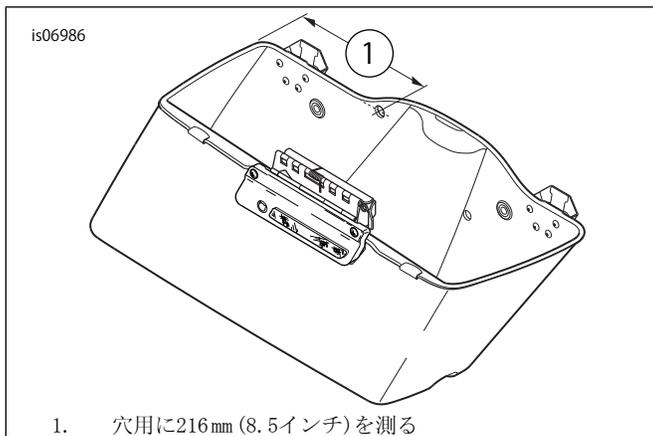

図1。インボードサドルバッグ壁(右側表示)に穴を開ける
3. 「図1」を参照してください。サドルバッグの背面から、バッグの頂部に沿って約216 mm (8.5 in)の位置を測ります(図を参照)。直径16 mm (0.62 in)の穴をその位置にドリルで開けます。